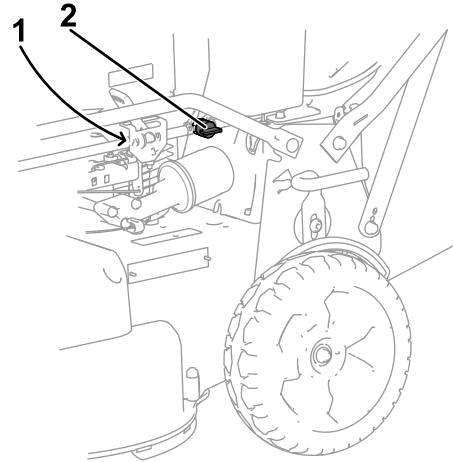

Bild 31
- Schließen Sie den Kraftstoffhahn (Bild 31).
- Lösen Sie die Schlauchklemmen um den Kraftstofffilter (Bild 31), um ihn von der Kraftstoffleitung zu entfernen.